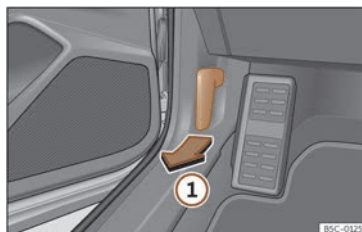

Fig. 189 Palanca de desbloqueo no espazo repousapés do condutor.
- Abra a porta e puxe da panca que hai debaixo do taboleiro de instrumentos >>> **fig. 189 ①**.